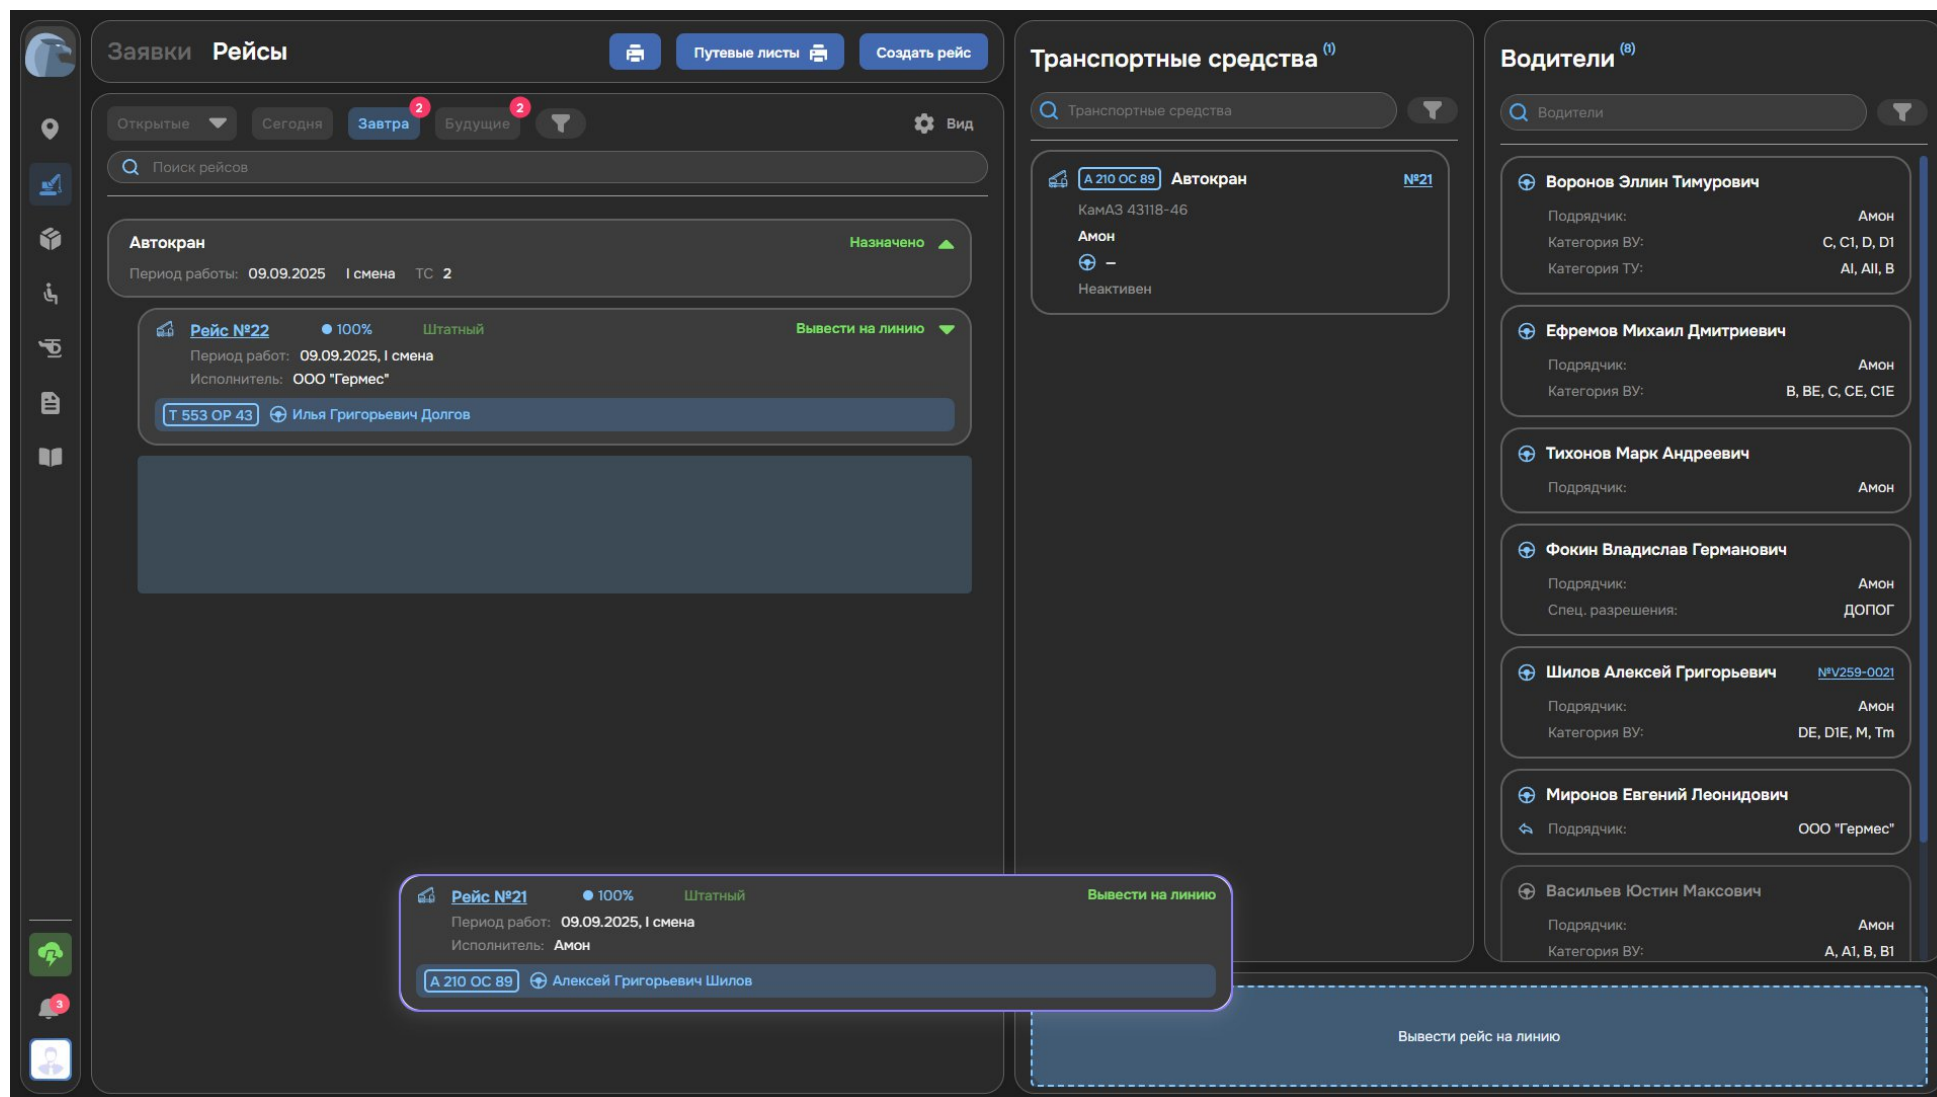

Рисунок 59. Вывод на линию с помощью drag-n-drop
3. Нажмите и зажмите левую кнопку мыши на Рейсе, который выводится на линию, и переместите его в поле «Вывести на линию» (см. Рисунок 59). Перемещать можно только Рейсы, причем можно выделить несколько Рейсов с зажатой кнопкой CTRL на клавиатуре, а затем переместить их в поле «Вывести на линию».